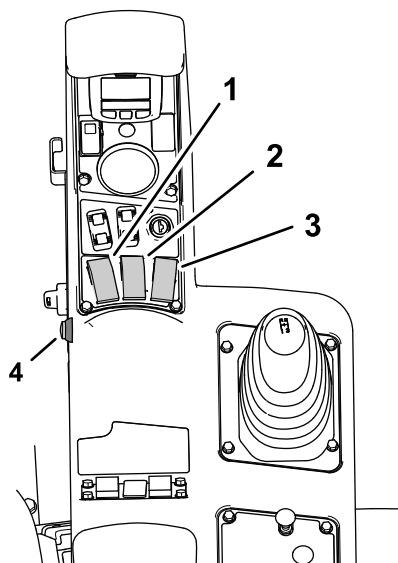
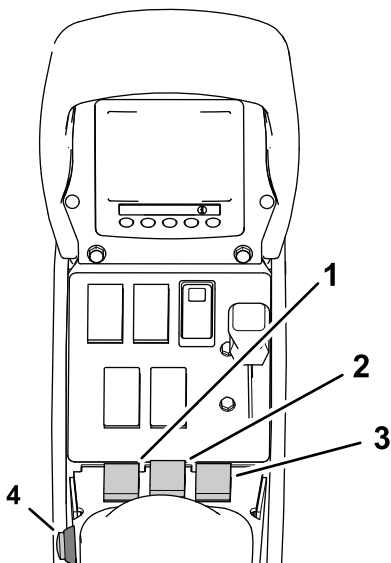

図 154
図 155
1. ブームスイッチ3つ車両のコントロールコンソールにあるをオンにセットする 図 154と図 155。
2. マシンのマスターブームスイッチをオンにセットする 図 154または図 155。